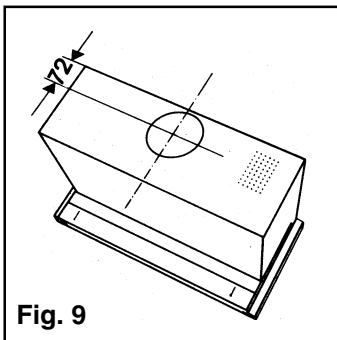

Fig. 9
- Les dimensions et la position de l'orifice de sortie de l'air sont indiquées dans la fig. 9.